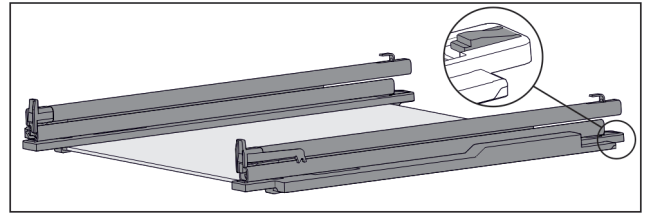

Fig. 116 带轨道和固定件的玻璃隔板
- ▶ 将固定件后部向下压(参见 Fig. 116)，同时向后推轨道。